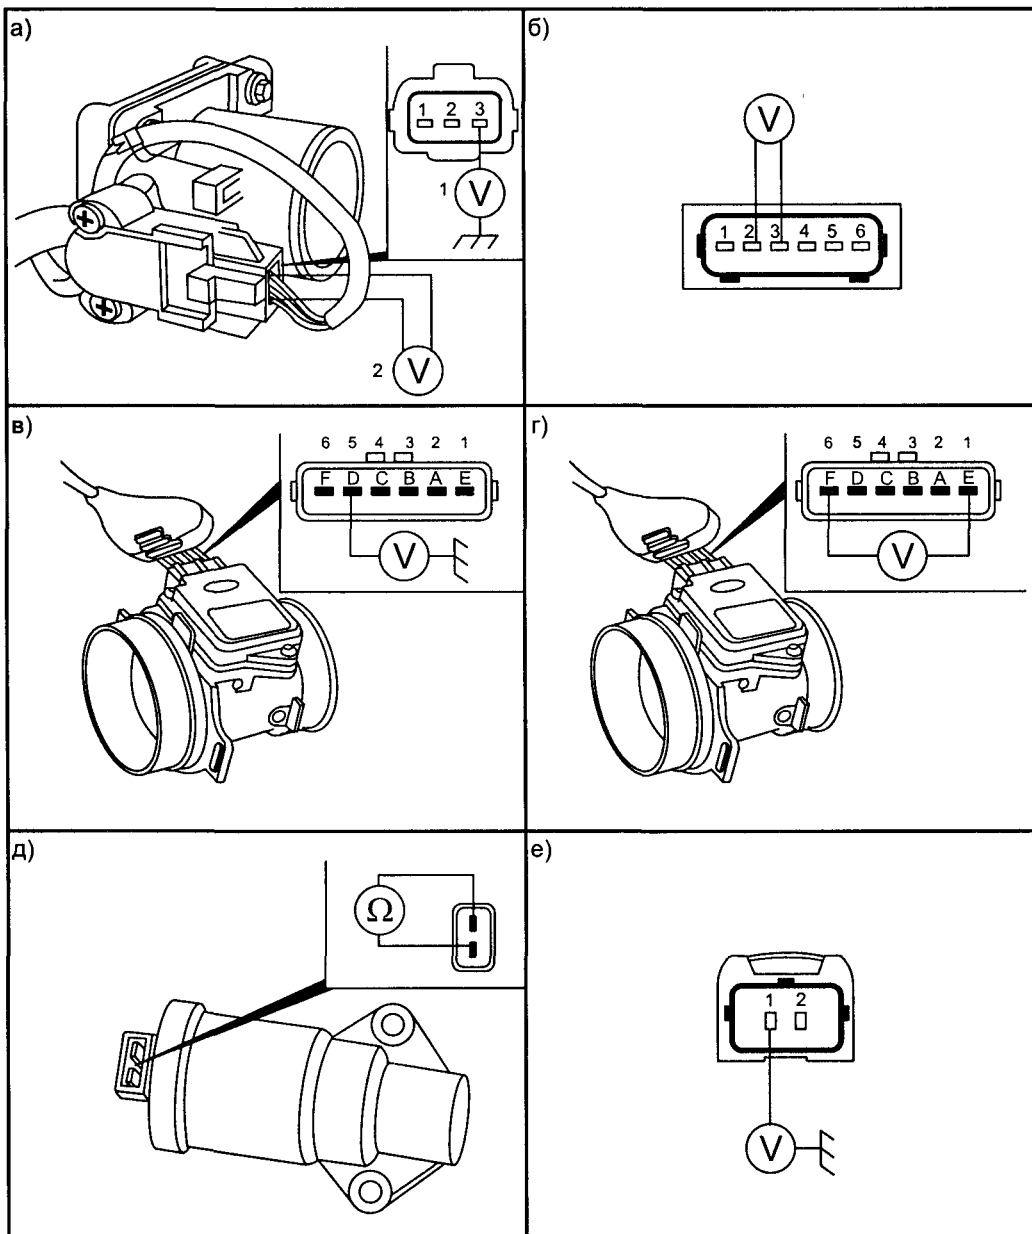

Рис. 2.4.7. Впускная система
Схема проверки компонентов впускной системы приведена на рис. 2.4.7.
- отсоединяют разъем датчика TP и, включив зажигание, измеряют напряжение на контакте 3 (рис. 2.4.7а), оно должно быть около 5 В. Если на-
- подключают разъем к датчику ТР, включают зажигание и измеряют напряжение между соответствующими контактами ТР в различных положениях дроссельной заслонки (см. рис. 2.4.7а и табл. 2.4.3). При перемещении дроссельной заслонки напряжение должно изменяться плавно без провалов, если этого не происходит — заменяют датчик ТР;
- отсоединяют разъем от датчика МАР и, включив зажигание, измеряют напряжение на контактах «2» и «3» разъема жгута проводки (рис. 2.4.7б), оно должно быть около 12 В. Если есть отклонения — проверяют предохранитель F9, реле K46, соответствующие соединения или возвращаются к проверке ЕСМ;
- подключают разъем к датчику МАР, заводят двигатель и измеряют напряжение на контакте 5/D вольтметром (рис. 2.4.7в). Сравнивают показания вольтметра с приведенными в табл. 2.4.4. Если есть различие, заменяют датчик МАР.
Не отключая разъема датчика IAT подключают вольтметр между контактами «1/Е» и «6/Ф» и включают зажигание (см. рис. 2.4.7г). При температуре 20 °С напряжение должно быть около 3,13 В.
- отсоединяют разъем от клапана IAC и измеряют сопротивление между контактами 1 и 2, его величина должна быть около 9,5 Ом (см. рис. 2.4.7д). Если оно значительно меньше, заменяют клапан;
- включив зажигание, измеряют напряжение на контакте «1» жгута проводки (рис. 2.4.7е), должно быть около 12 В. Если оно значительно меньше или равно нулю, проверяют предохранитель F9, реле K46, соответствующие соединения или снова проверяют ЕСМ.